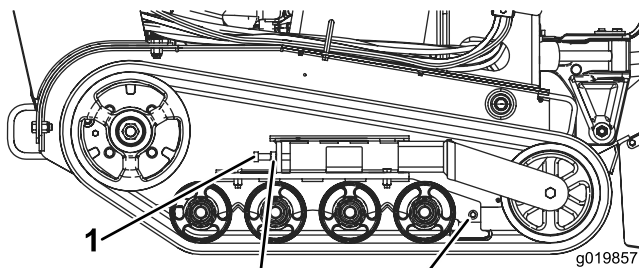

Bild 46
3. Lösen Sie die Klemmmutter an der Spurspannschraube (Bild 46)
4. Ziehen Sie die Spanschraube mit 32,5 bis 40,7 Nm fest, um die Kette zu spannen (Bild 46).
4. Lösen Sie die Spanschraube und Klemmmutter (Bild 46).